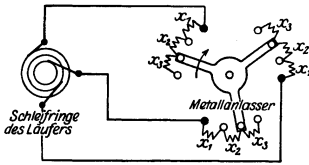

Abb. 196.
wo 0,322 der Widerstand einer Läuferphase einschließlich des Übergangswiderstandes der Bürste ist. Nach Formel (52) S. 118 werden nun die einzelnen Stufen (Abb. 196 dargestellt für 3 Stufen):